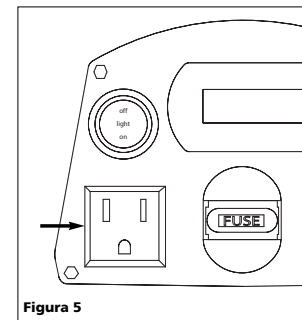

Figura 5
3. Enchufe el cable CA del electrodoméstico en el tomacorriente CA del panel frontal (vea la figura 5).